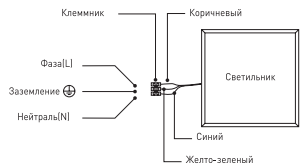

Рис. 1. Схема подключения светильника к сети 220В.
3.3.2. Этот провод необходимо подключить к проводу источника питания с помощью внешнего клеммника (в комплект не входит) в соответствии со схемой, изображенной на рис.1;